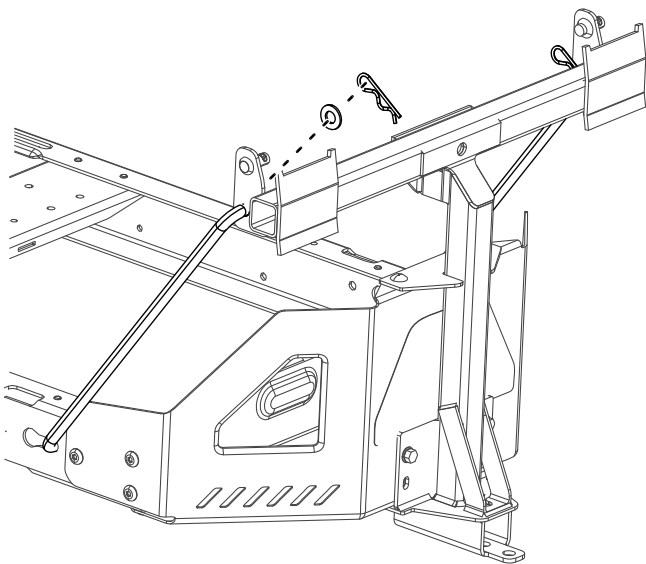

Figura 8
4. Installate l'estremità curva e svasata di un'asta nella scanalatura sagomata presente sul lato sinistro del telaio della macchina e spostate l'asta indietro per inserirla in posizione nel telaio (Figura 8).
5. Inserite le estremità curve delle aste nel supporto dell'attrezzo come illustrato nella Figura 8 e fissate l'estremità di ciascuna asta con una rondella e una coppiglia.
2. Montate le staffe orientabili sul telaio del perno (Figura 8).